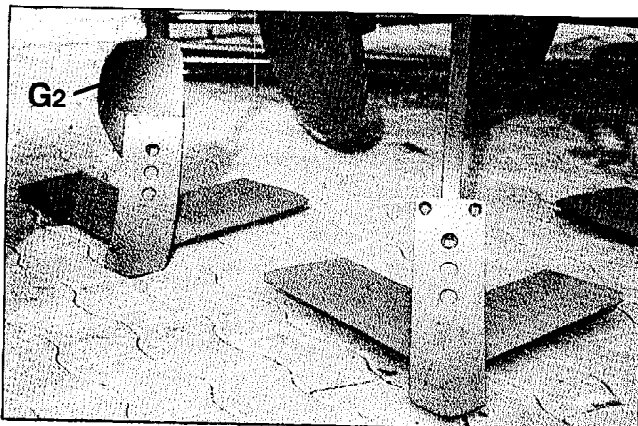

Fig. 15
a) nachschiebbare 10 cm breite Schare (mit 2 nach innen arbeitenden Randblechen, G2, Fig. 15),